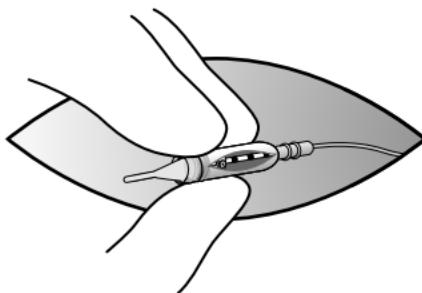

Figure 5. Maintenez le bloc connecteur à vis de fixation entre le pouce et deux doigts.
5. Maintenir fermement le bloc connecteur à vis de fixation entre le pouce et deux autres doigts afin d'éviter toute rotation (Figure 5).